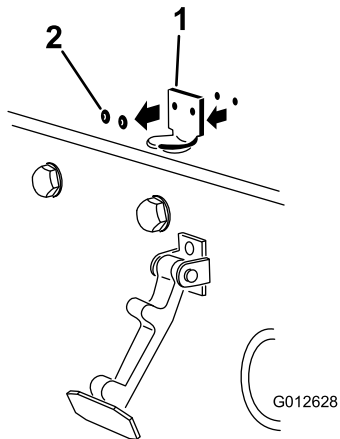

Bild 3
2. Entfernen Sie die zwei Nieten, mit denen die Halterung des Motorhaubenriegels an der Motorhaube befestigt ist (Bild 3). Nehmen Sie die Halterung des Motorhaubenriegels von der Motorhaube ab.